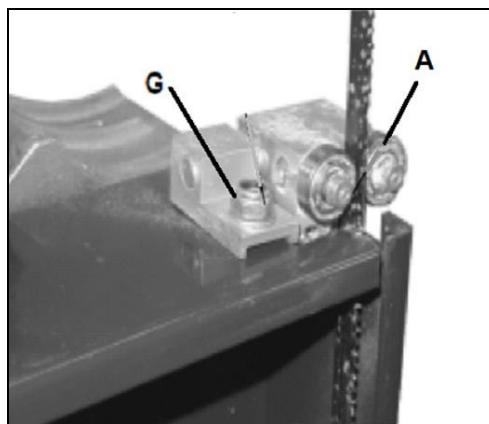

Fig 27
Desserrer l'écrou hexagonal (G, Fig 27) et ajuster le guidage en profondeur de façon que la distance de la base des dents aux enrouleurs (A) soit d'env. 2 mm.